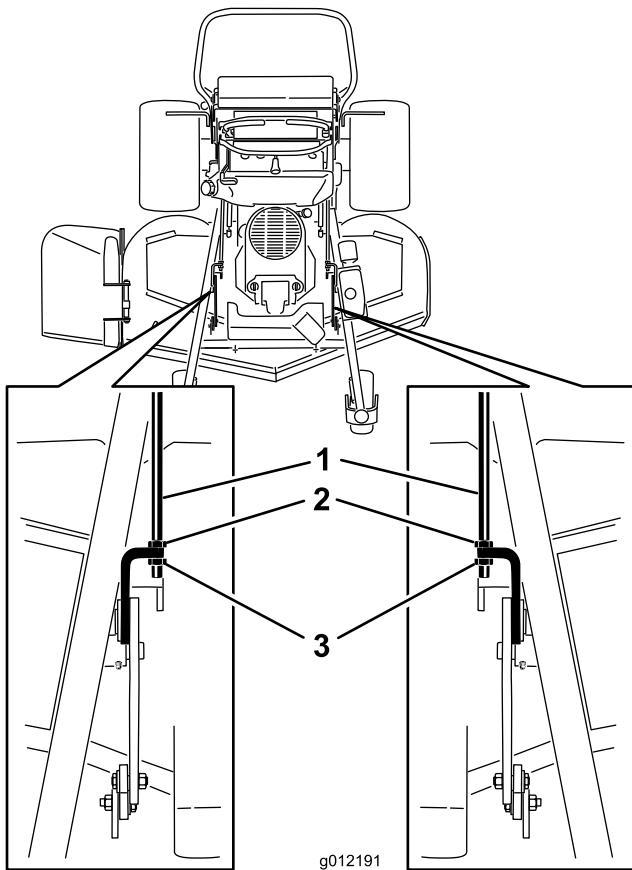

Figura 87
- Afloje las tuercas delanteras y traseras de las varillas de ajuste (Figura 87).
Nota: El peso de la carcasa de corte debe descansar sobre los tres listones de madera (Figura 87).
6. Si las dimensiones no son correctas, ajuste las tuercas delanteras y traseras en cada lado hasta obtener la inclinación longitudinal correcta (Figura 87).